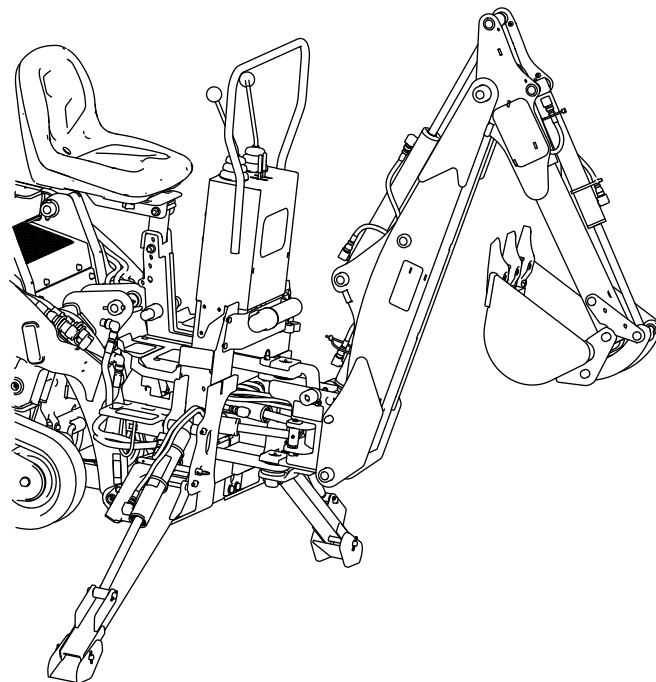

Figura 11
1. Eleve la pluma del todo, retraiga el brazo y retraiga hacia atrás el cucharón (Figura 11). Asegúrese de centrar todo lo posible los orificios de los pasadores de bloqueo de la pluma.